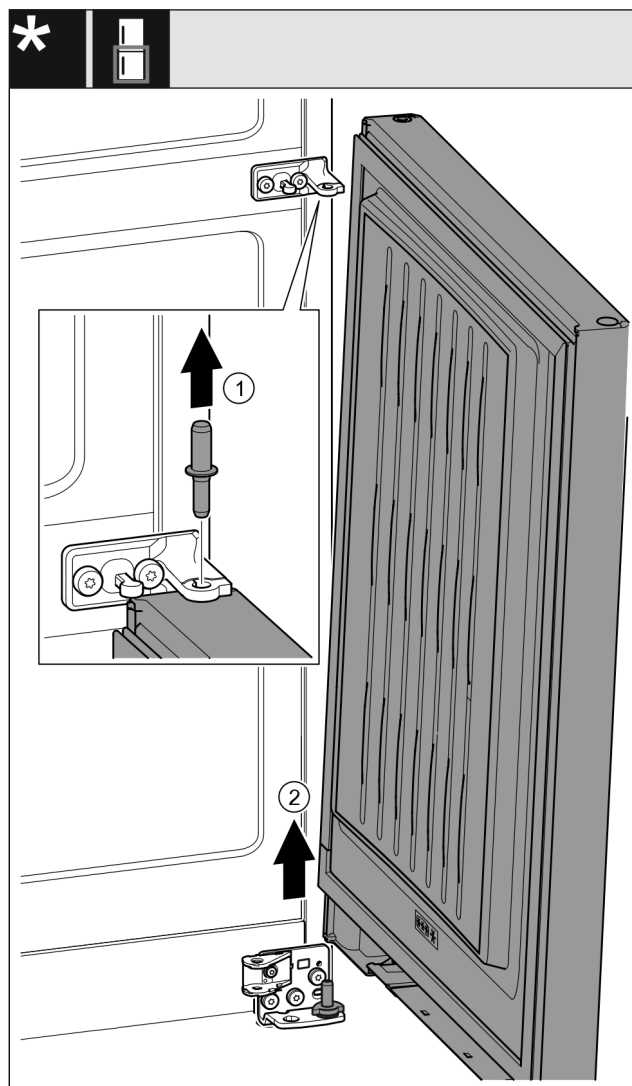

Fig. 32 С амортизатором закрывания двери*
- Извлеките палец Fig. 32 (1) движением вверх.*
- Отведите дверь Fig. 32 (2) в сторону, потяните вверх и отставьте ее.*